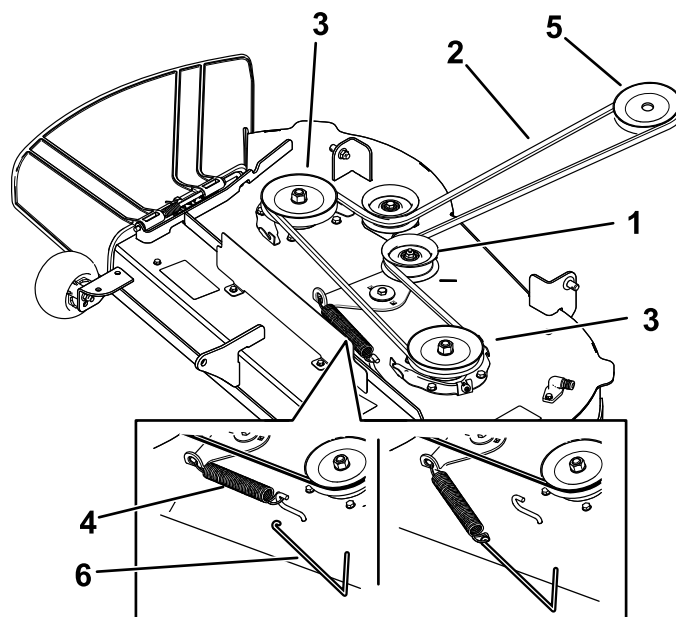

Figura 49
5. Usando una herramienta para la retirada de muelles (Pieza Toro N° 92-5771), retire el muelle tensor del gancho de la carcasa para eliminar la tensión de la polea tensora, y retire la correa de las poleas (Figura 49).
6. Pase la correa nueva alrededor de las poleas del motor y del cortacésped (Figura 49).
7. Usando una herramienta para la retirada de muelles (Pieza Toro N.º 92-5771), instale el muelle tensor sobre el gancho de la carcasa y tense la polea tensora y la correa (Figura 49).